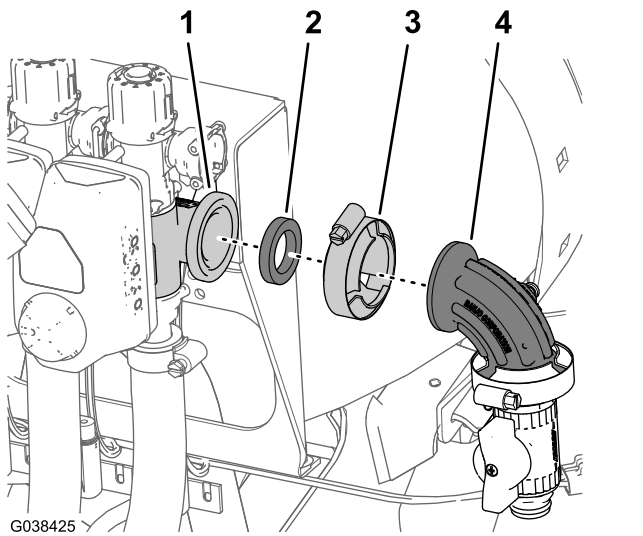

Figura 89
6. Montate la flangia del gomito a 90° (con foro di pressione) sulla flangia della valvola di sezione delle barre di destra con la guarnizione e il morsetto flangiato che avete rimosso al passaggio 1, come illustrato nella Figura 89.